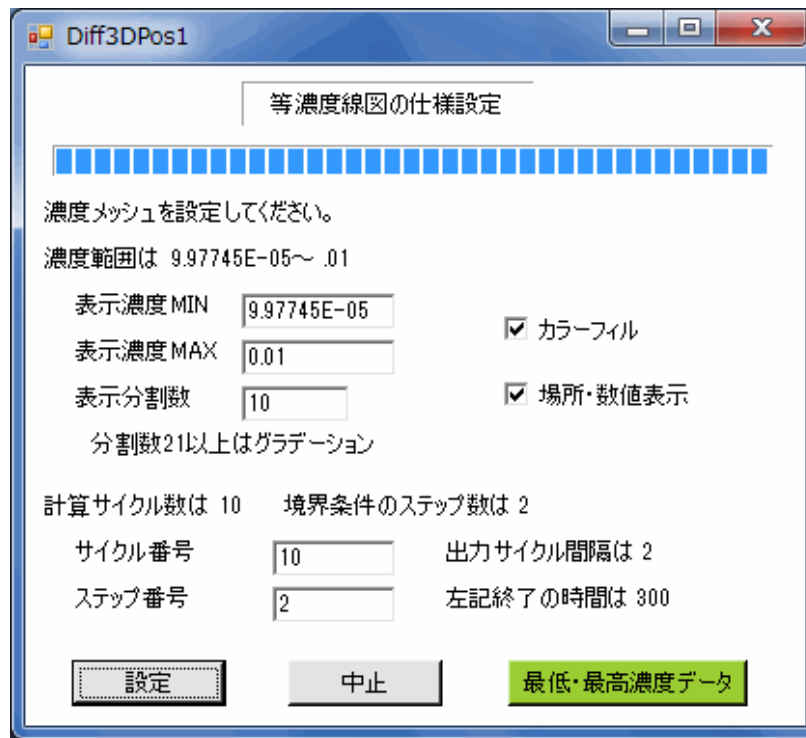

図6-5 等濃度線図の仕様設定画面（非定常解析、ステップ数2以上の場合）
- ③他方、図6-5のステップ数2以上の非定常解析の場合は、出力するサイクル番号とステップ番号を入力します。ここで、サイクル番号やステップ番号を入力後、Returnキーを押すと、ステップ番号入力部の右側に相当時間が表示されます。
- ④また、チェックボックスで「カラーフィル」、「場所・数値表示」を指定できます。ただし、スライドショーの場合は「場所・数値表示」がありません。